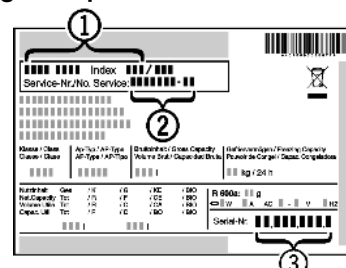

Fig. 52
- ▶ Consulter la désignation de l'appareil Fig. 52 (1), le N° de service Fig. 52 (2) et le N° de série Fig. 52 (3) sur la plaque signalétique. La plaque signalétique se trouve à l'intérieur de l'appareil, sur le côté gauche.